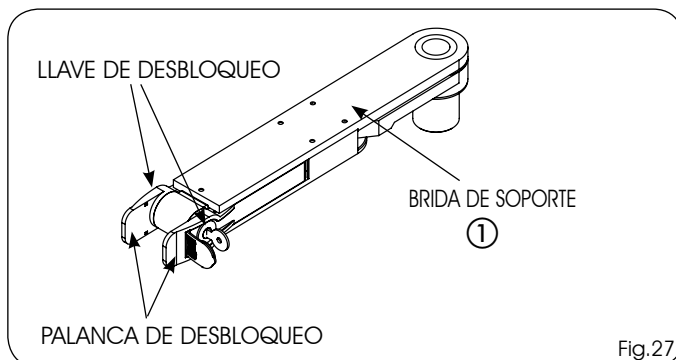

Fig.27
El dispositivo está situado en la brida de soporte de la cancela (Fig.27 ref. ①) y permite desbloquear el sistema tanto desde el interior como desde el exterior de la propiedad.
- 1) Coloque la palanca de desbloqueo en posición de reposo (Fig.27)